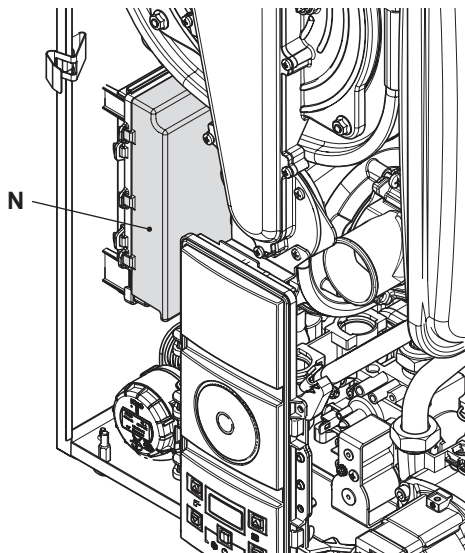

Figura 5.16
- Localice la tapa de cobertura de la bornera N (Figura 5.16) y ábrala.